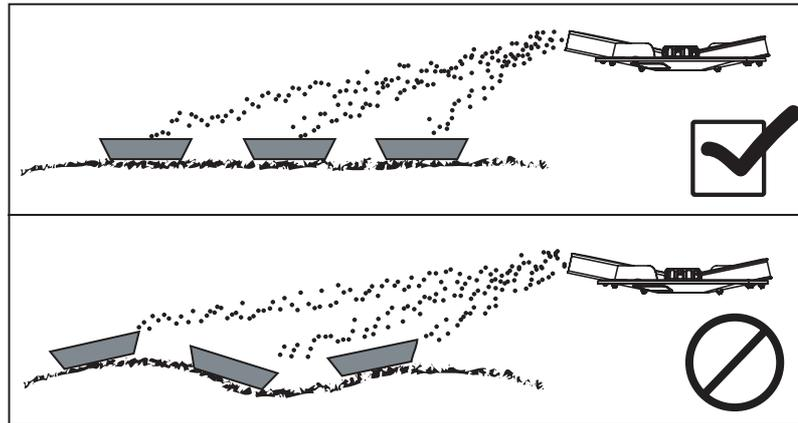

Figura 6.16: disposizione delle vaschette di raccolta
- Posizionare orizzontalmente le singole vaschette di raccolta. Vaschette inclinate possono causare errori di misurazione (figura 6.16).